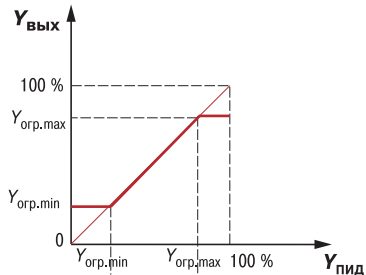

Рис. 9
- максимальный  $Y_{огр.max}$  и минимальный  $Y_{огр.min}$  (**рис. 9**).